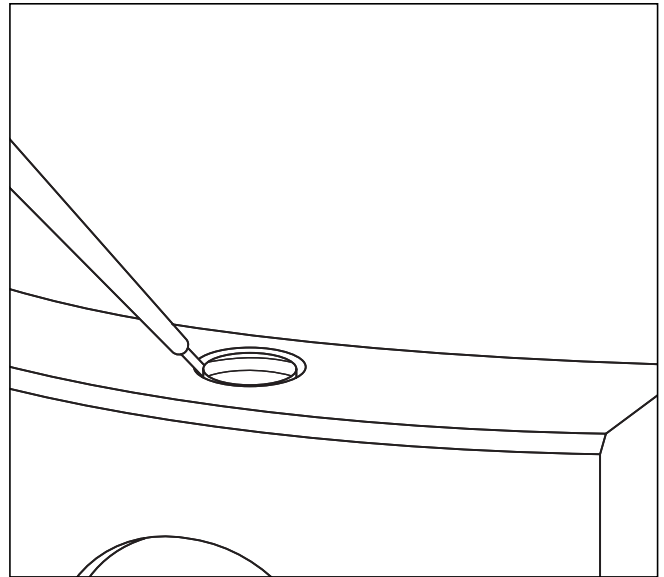

Fig. 8.10 Retrait du capuchon
- Déverrouillez le capuchon noir (voir fig. 8.10) avec un tournevis puis retirez-le.